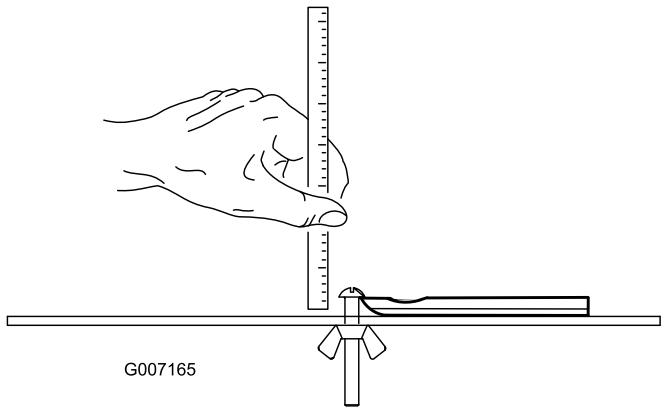

図 20
**注** どのベッドナイフの場合も、使用限界の測定基準はベッドナイフの底面です（図 20）。